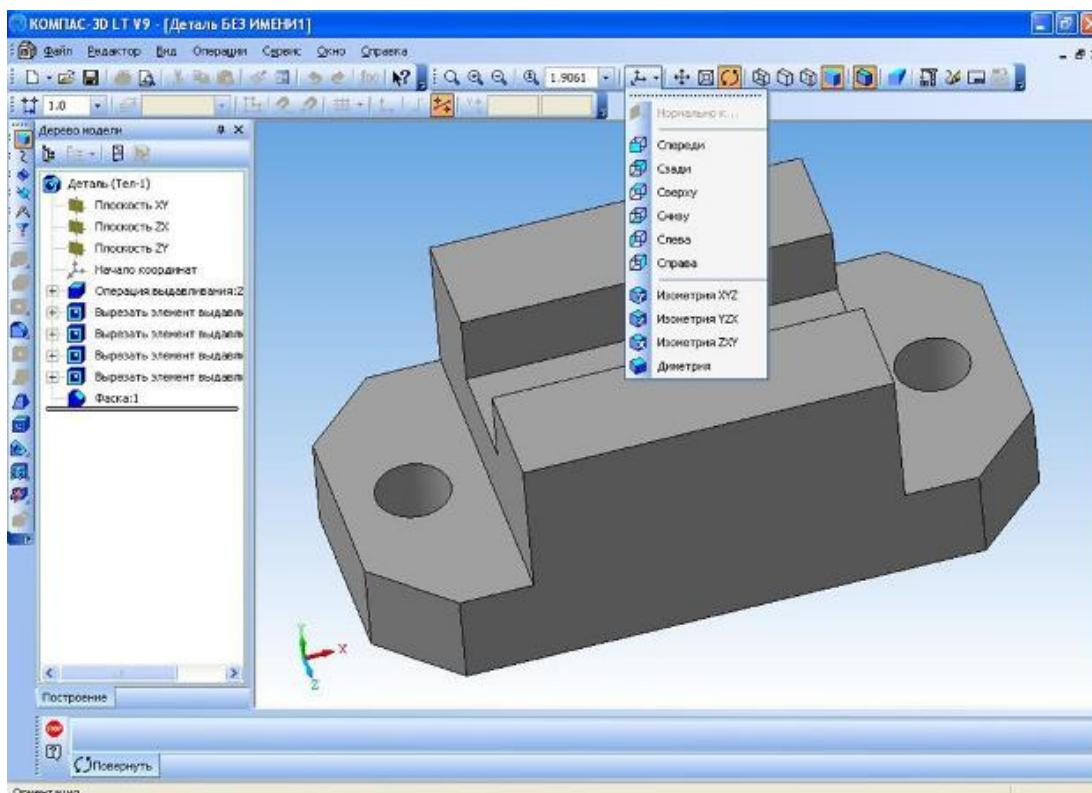

Рис.28
7. Ну и наконец, если мы хотим просмотреть нашу деталь со всех сторон по очереди, то можем воспользоваться командой **ориентация**  (см. приложение рис.28).